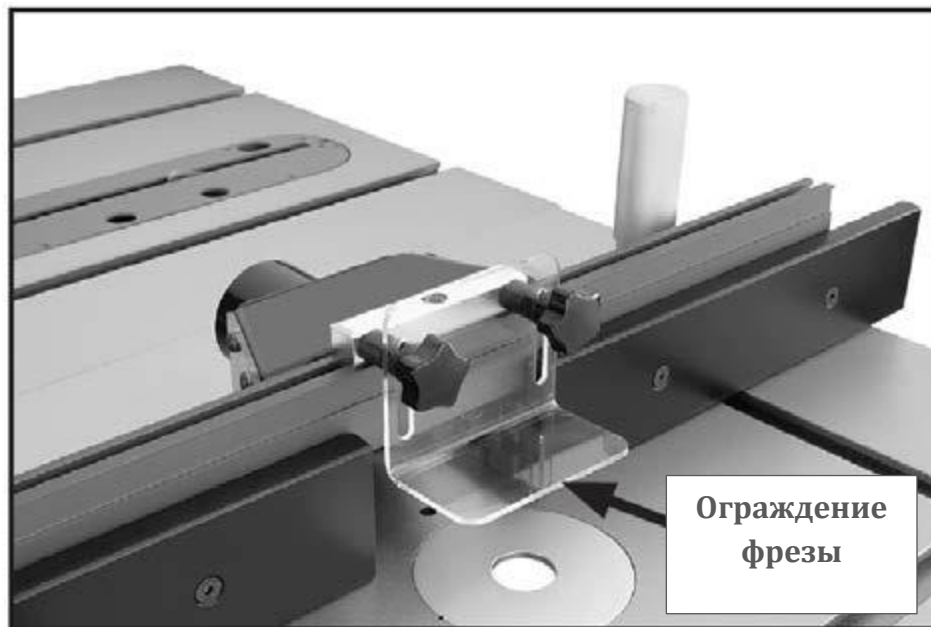

Рис. 11. Закреплённое ограждение фрезы
12. Закрепить пластмассовое ограждение фрезы на кронштейне двумя болтами с фигурными рукоятками, как показано на *рис. 11*.